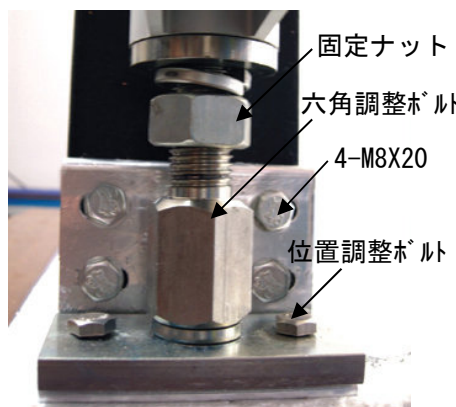

図 5
- ① 縦枠側の金物取り付け位置 4 箇所に M8 のタップ加工を施し、六角ボルト M8X20 で取り付けます。（図 5 参照）
- ④ 六角調整ボルト上部の固定ナットを締め付け、さらに下部固定プレート上の位置調整ボルトを利用してドアが垂直になるように調整してください。(図 5,8 参照)